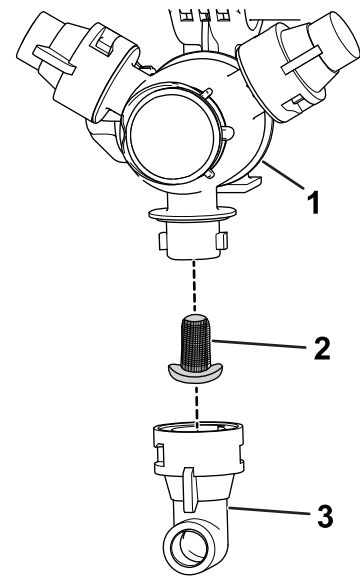

図 104
- 古いノズルフィルタ 図 104 を外す。
- 新しいノズルフィルタを取り付ける 図 104。
- タレットにノズルを取り付ける 図 104。
- タレットからノズルを外す 図 104。